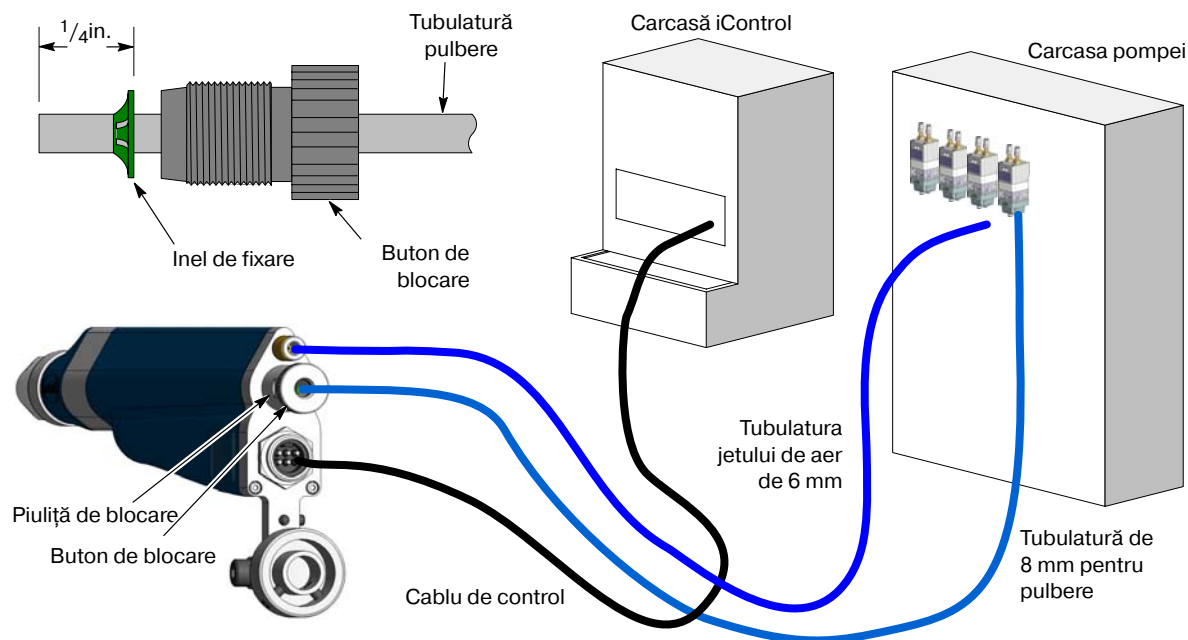

Figura 7 Conexiunile tubulaturii și ale cablului
1. A se vedea Figura 7. Conectați cablul de comandă la pistol și la priza adecvată de pe cabina iControl. Strângeți bine piulițele cablului.